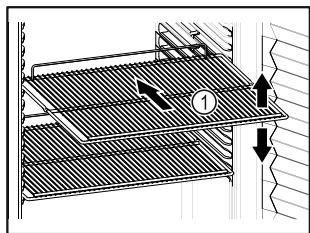

Fig. 78 Príklad zobrazenia
- Ak sa dajú odkladacie rošty Fig. 78 (1) premiestniť, prispôbte výšku.